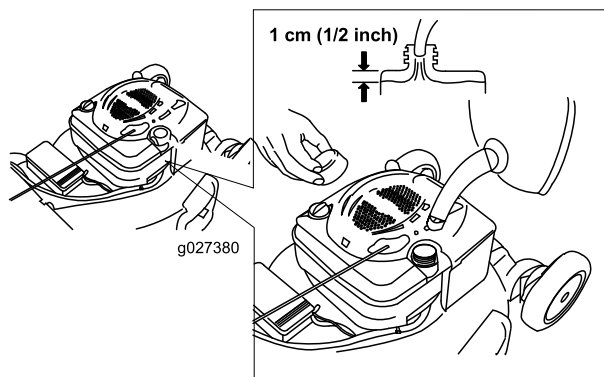

Figura 11
- Riempite il serbatoio del carburante con benzina normale fresca senza piombo, proveniente da una stazione di rifornimento di buona marca (Figura 11).